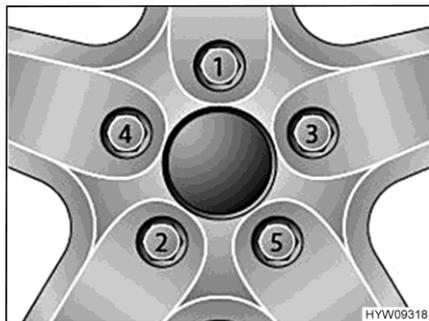

Bild 67 Radmuttern oder Radschrauben über Kreuz festziehen
- Radmuttern oder Radschrauben in der Reihenfolge, die in Bild 67 gezeigt ist, festziehen. Dazu einen Drehmomentschlüssel verwenden und das vorgeschriebene Anziehdrehmoment einhalten (siehe Abschnitt 14.5).
- Radmuttern oder Radschrauben regelmäßig auf festen Sitz prüfen. Radmuttern oder Radschrauben eines ausgewechselten Rades nach 50 km nachziehen. Dabei in der Reihenfolge vorgehen, die in Bild 67 gezeigt ist.
- Wenn neue oder neu lackierte Felgen verwendet werden, die Radmuttern oder Radschrauben zusätzlich nach ca. 1000 bis 5000 km nachziehen. Dabei in der Reihenfolge vorgehen, die in Bild 67 gezeigt ist.